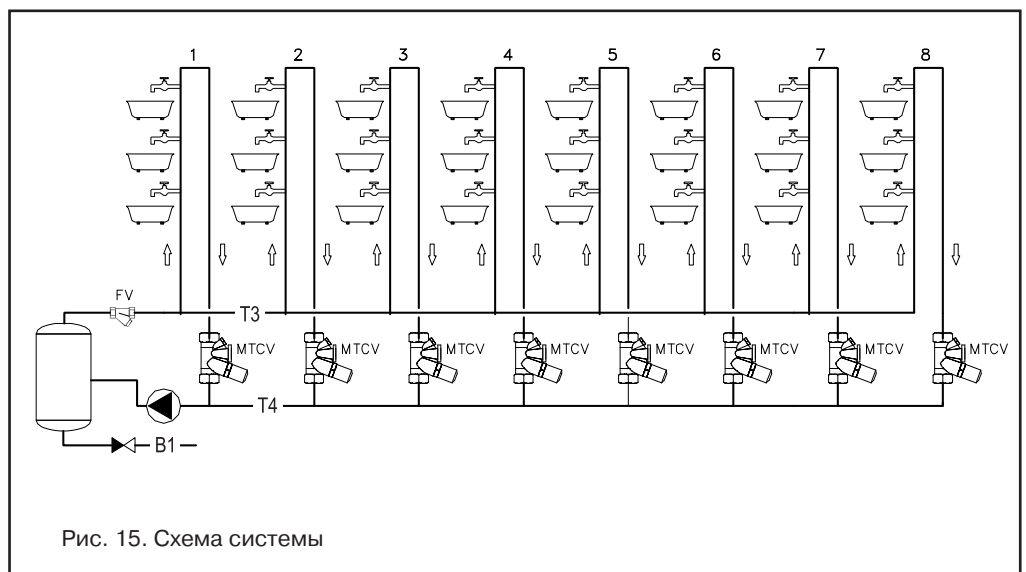

Рис. 15. Схема системы
$k_v$  - соответствует Рис. 15,
- После того, как величина расхода рассчитана, используйте Рис. 15.